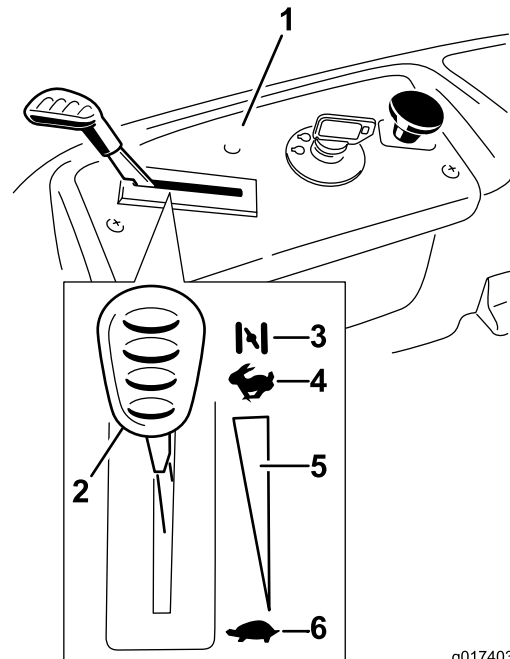

Figura 13
3. Mova a alavanca do acelerador para Ar antes de ligar o motor a frio (Figura 13).
- Depois de o motor arrancar, mova a alavanca do acelerador para Rápido (Figura 13).